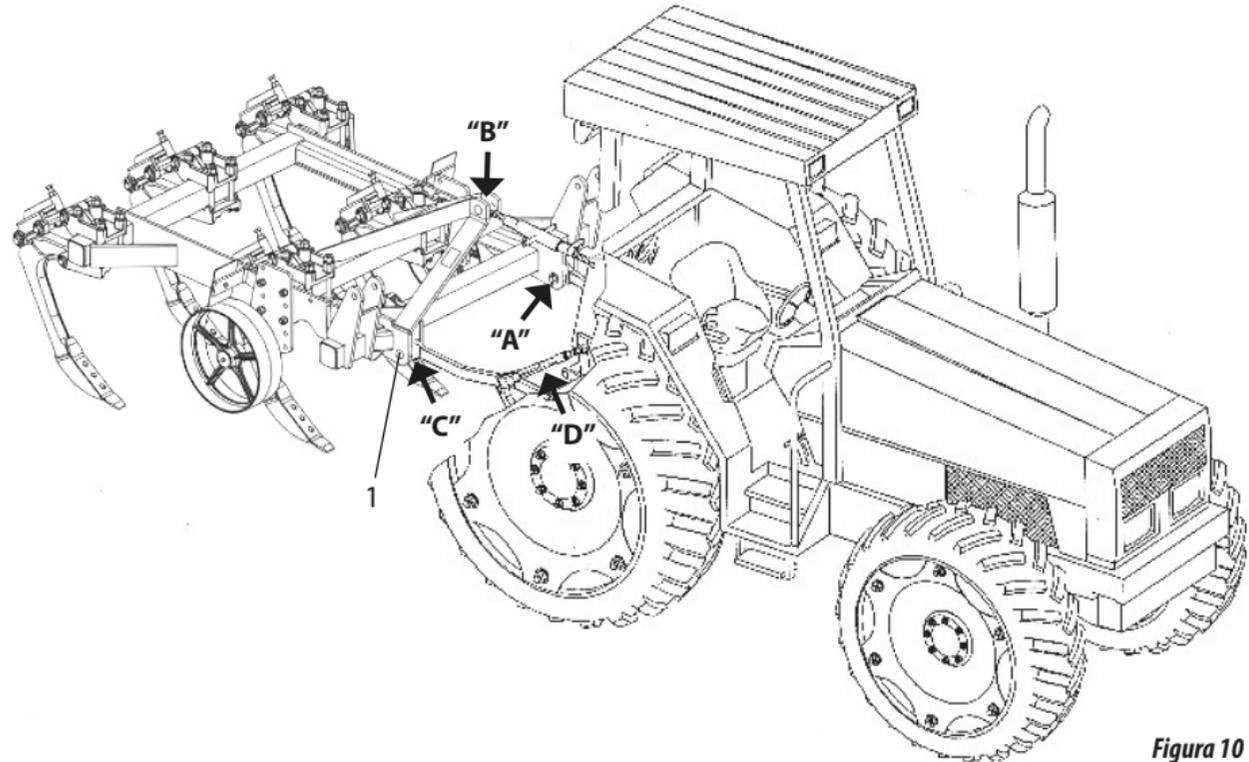

Figura 10
- 05 - Enganchar el brazo inferior izquierdo del tractor con el perno de enganche item 1 **figura 10**, en el soporte "A" del subsolador.
- 07 - Finalmente con el auxilio de la palanca reguladora de altura "D" enganchar el brazo inferior derecho del tractor en el soporte "C" del subsolador conforme **figura 10**.